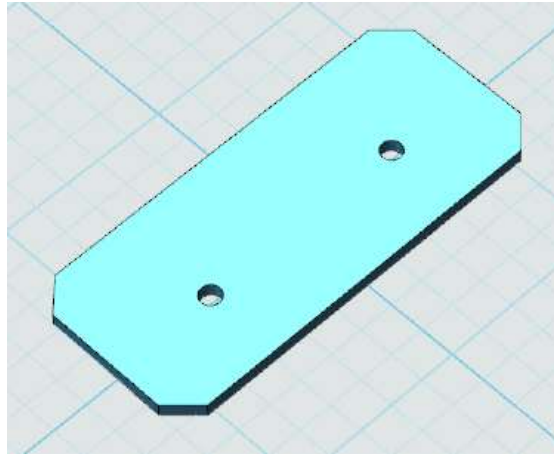

图 11-6
2. 点击刚绘制完的草图，选择拉伸命令，高度为 2。完成后如图 11-6 所示。